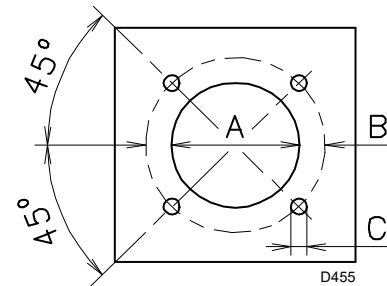

Abb. 14
Die Verschlussplatte der Brennkammer, wie in Abb. 14 durchbohren. Die Position der Gewindebohrungen kann mit dem zur Grundausstattung gehörenden Wärmeschild ermittelt werden.
- Den gesamten Brenner in das vorher vorbereitete Bohrloch des Heizkessels einpassen, wie in Abb. 14 dargestellt, und mit den beige-packten Schrauben befestigen.